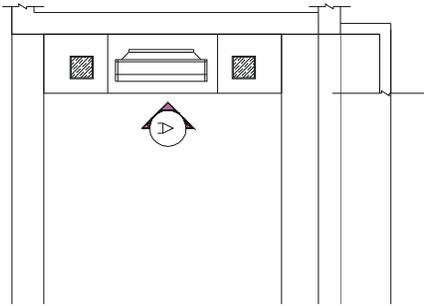
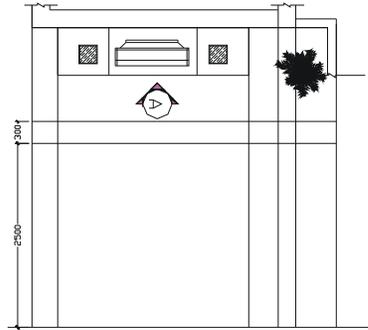

图 8-1-3
图 8-1-4
**STEP 02** 使用绘制直线命令 LINE 并配合捕捉功能，绘制出如图 8-1-3 所示的直线作为绘制立面的辅助线。
**STEP 03** 使用绘制直线命令 LINE 在如图 8-1-3 所示辅助线的上部绘制一条横线，设该横线为直线 0，并分别使用偏移命令 OFFSET 将其分别向下依次偏移 300、2500，如图 8-1-4 所示，其操作步骤如下：
// 框选如图 8-1-4 所示的所有直线